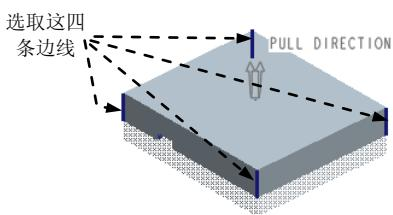
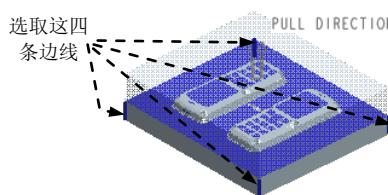

图 31.50 定义倒圆角对象 (一)
图 31.51 定义倒圆角对象 (二)
Step3. 定义模具型腔。在模型树中右击 ，在弹出的快捷菜单中选择  命令；在模型树中选择上模零件  并右击，在弹出的快捷菜单中选择  命令。单击 **模型** 功能选项卡 **工程** ▾ 区域中的按钮 ，此时系统弹出“倒圆角”操控板，选择图 31.50 所示的四条边线为倒圆角对象（一），圆角半径值为 5；在模型树中选择下模零件  并右击，在弹出的快捷菜单中选择  命令。单击 **模型** 功能选项卡 **工程** ▾ 区域中的按钮 ，此时系统弹出“倒圆角”操控板，选择图 31.51 所示的四条边线为倒圆角对象（二），圆角半径值为 5；选择下拉菜单 **文件** →  **关闭(C)** 命令。